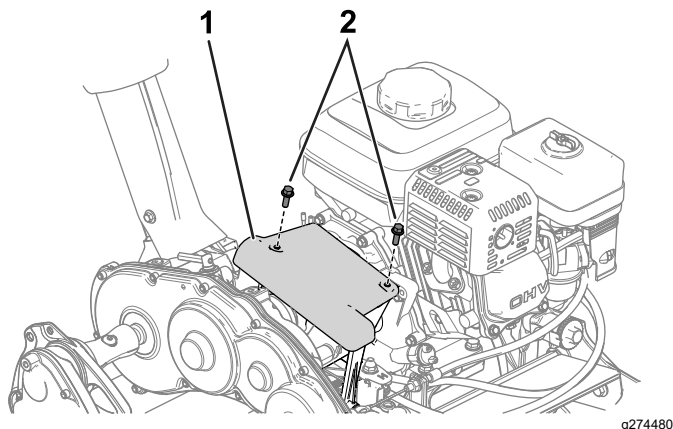

Figura 33
1. Accesai discul de friciune i placa de presiune prin îndepărtarea capacului ambreiajului (Figura 33).